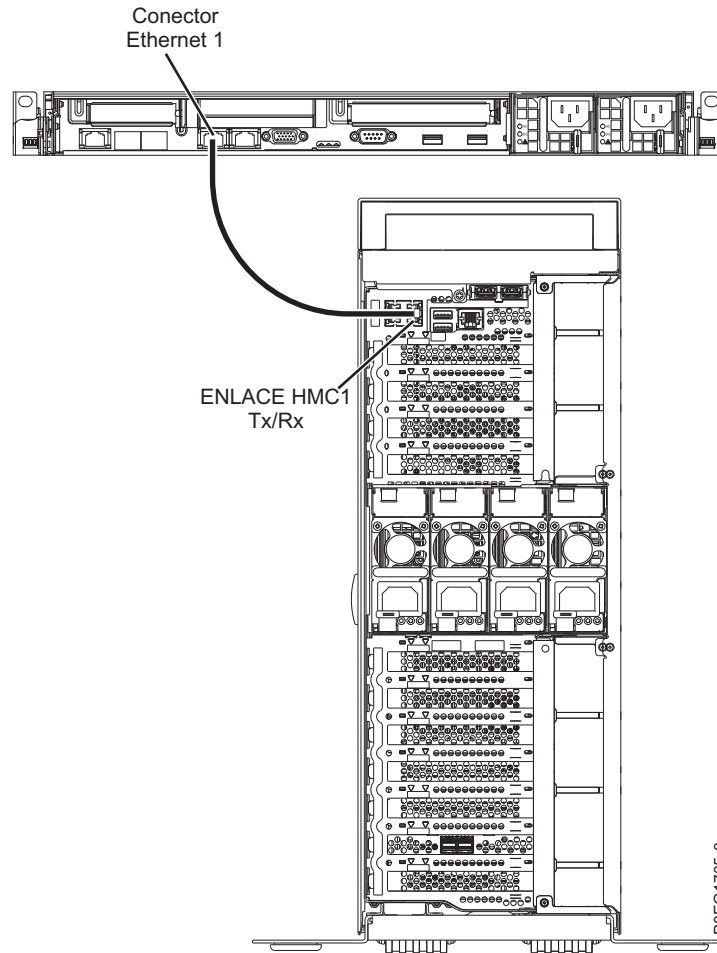

Figura 21. Conexión de la HMC al sistema gestionado
1. Si desea conectar directamente la HMC al sistema gestionado, conecte el **Conector Ethernet 1** de la HMC al puerto **HMC1** del sistema gestionado. Consulte Figura 21 en la página 43.